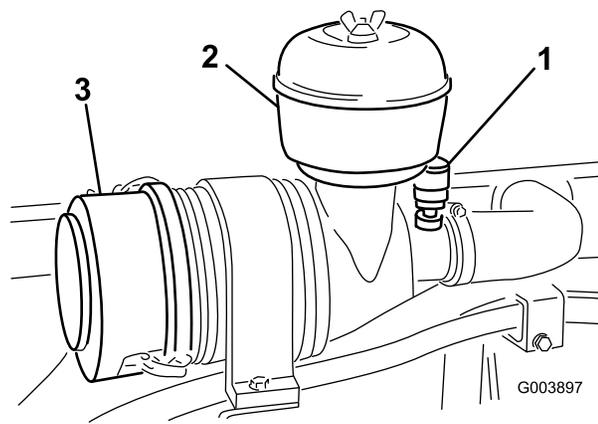

Figura 50
1. Togliete la vite a testa zigrinata e separate il coperchio dal pozzetto del prefiltro (Figura 50).
Effettuate la revisione del filtro dell'aria soltanto quando la spia sul coperchio del filtro diventa rossa (Figura 50).
1. Rilasciate i fermi e togliete il coperchio dal corpo del filtro dell'aria (Figura 50).
9. Se la spia (Figura 50) è rossa, resettatela.